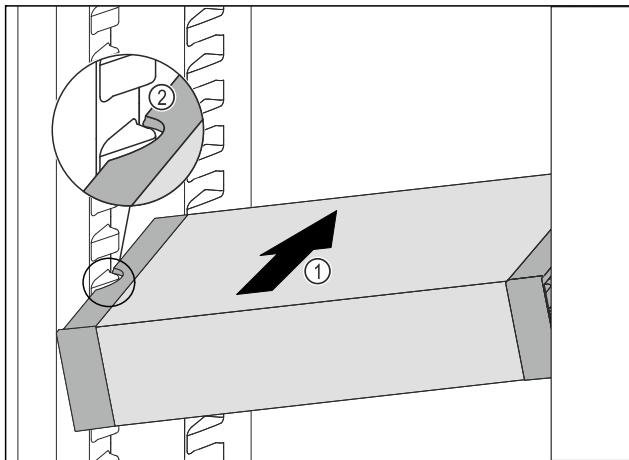

Fig. 104
- Вдвигайте VarioSafe под наклоном в холодильное отделение Fig. 104 (1), пока боковые выемки Fig. 104 (2) VarioSafe не окажутся на высоте выступа резервуара в холодильном отделении.